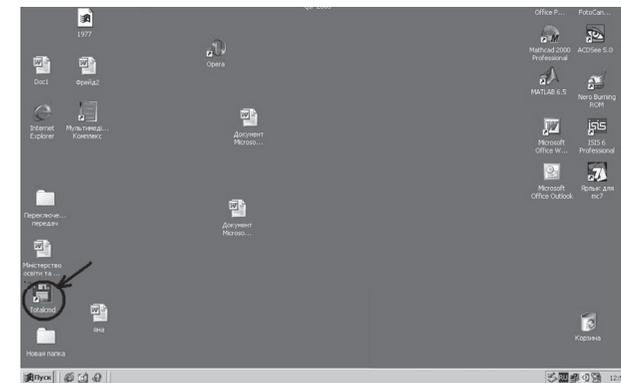

Рисунок 3
1.1 Чтобы составить программу, необходимо: открыть Total Commander (рис. 3), найти на одном из локальных дисков компью-